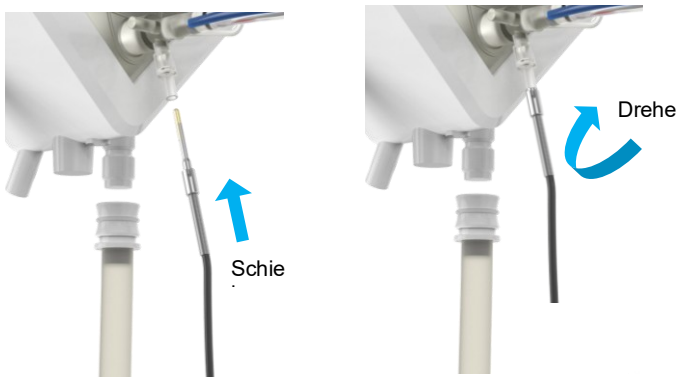

Abbildung 14 Anschluss des Temperatursensors an den Oxygenator
- Schließen Sie den roten T1-Sensor an den Ausgang des Oxygenators an (Abbildung 14).